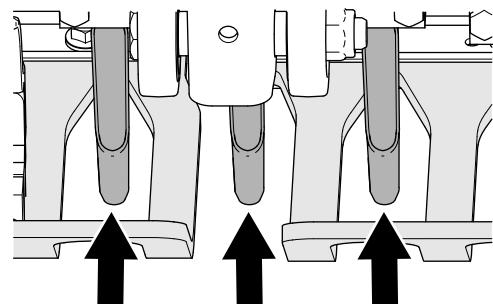

Figure 44
- Contrôlez l'alignement des fentes des protège-gazon par rapport aux louchets pour vérifier qu'ils sont bien centrés (Figure 44).